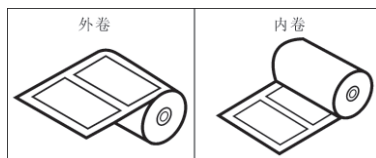

图7
- 2.如图7,有些介质滚轴是外卷的，有些则是内卷的。详见下图所示，这两种类型的介质都需要打印面朝上载入。